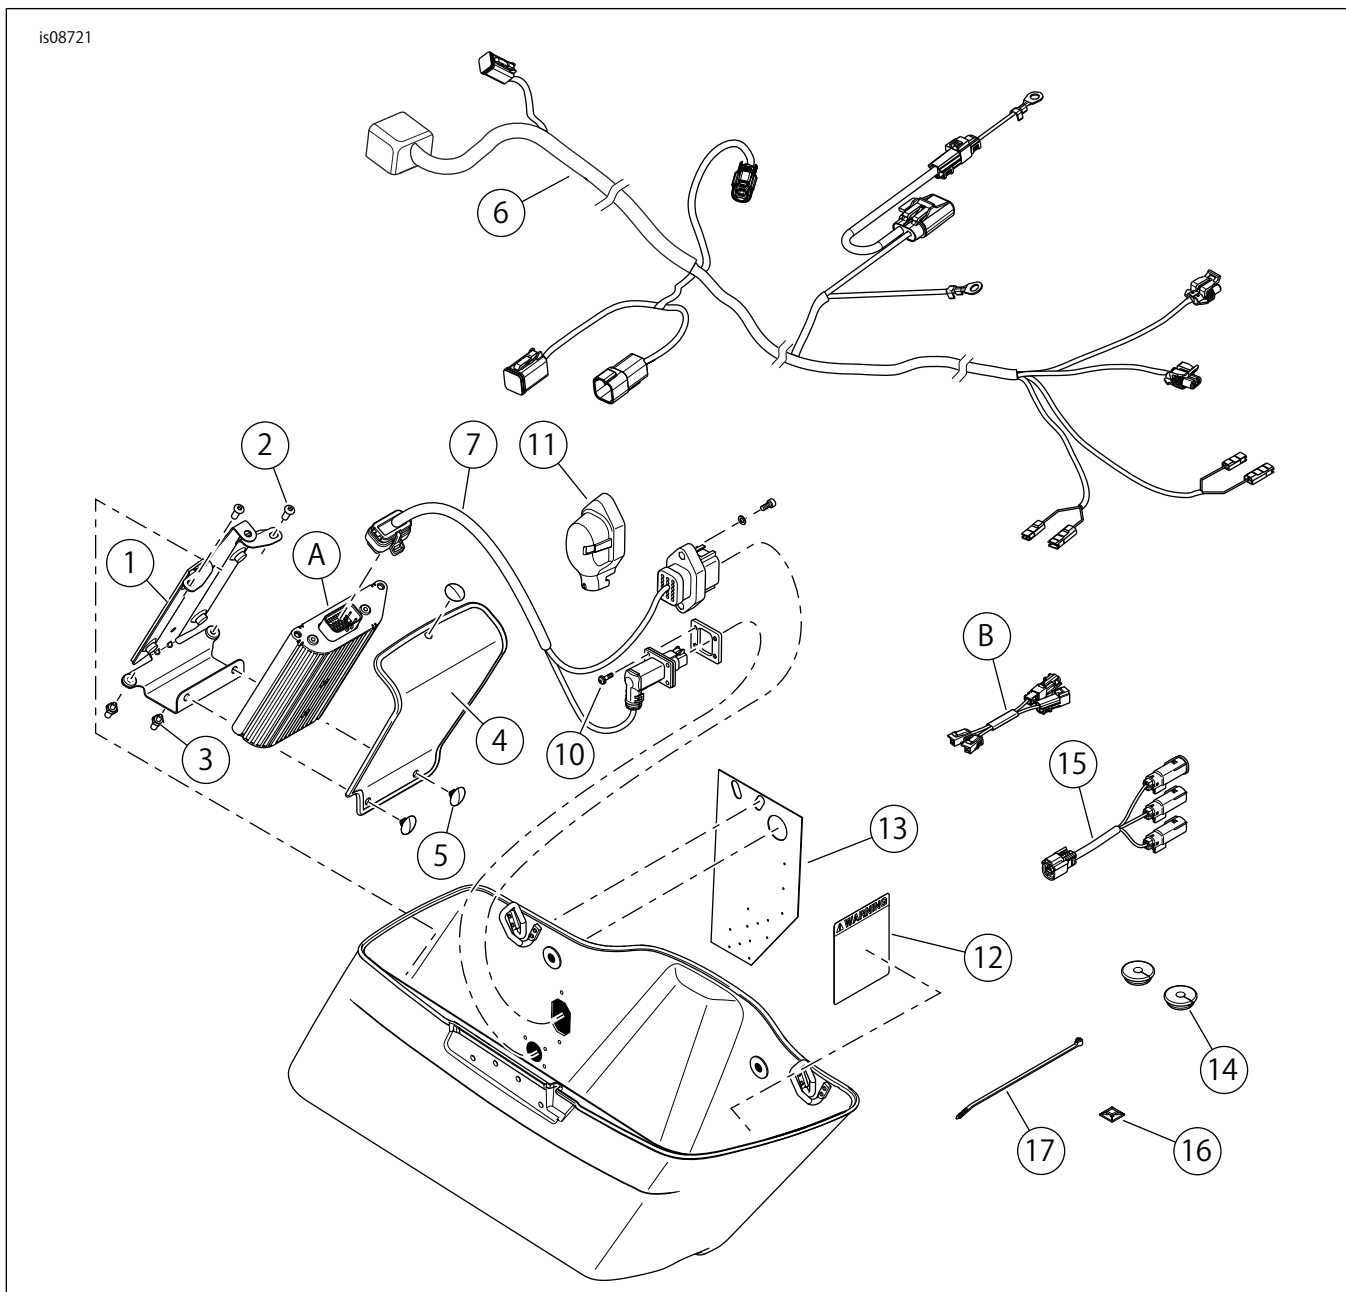

図14。交換用パーツ、Boom!オーディオフェアリングロスピーカー用アンブ取付キット
5. 「図14」を参照してください。新しいサドルバッグの容量ラベル(12)を右サドルバッグの既存のラベルの上に貼ります。アンプの取り付けにより、右サドルバッグの荷重限度が変更されていることにご注意ください。